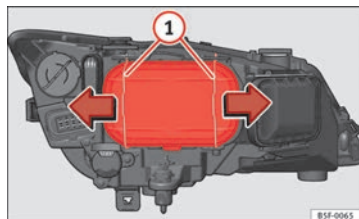

Fig. 133 Luz de cruce
- Desplace los tirantes ⇒ fig. 133 ① en el sentido de la flecha y saque la tapa.